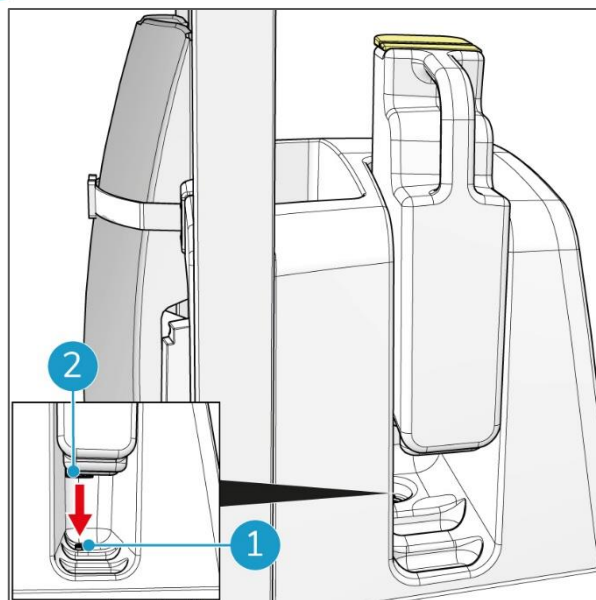

Figura 56
11. Premere il serbatoio verso il basso per assicurarsi che la valvola (Figura 56, pos 2) sia bloccata sul connettore del serbatoio del detergente (Figura 56, pos 1).